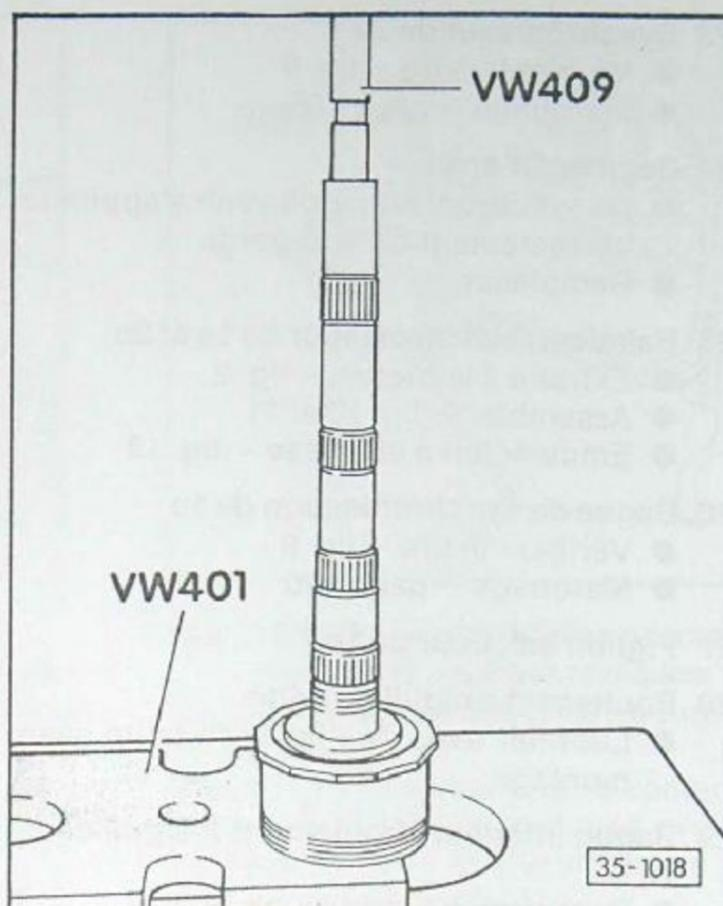

Fig. 3 Roulement à double rangée de rouleaux coniques: extraction par dessus la bague extérieure
- Extraire à la presse – fig. 3 et 4